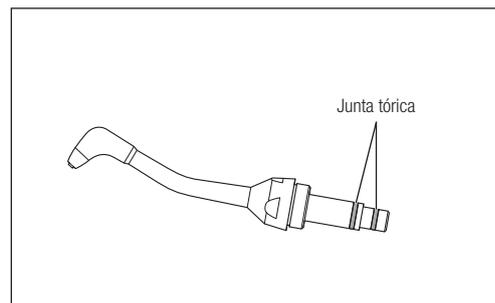

Fig. 46
- 2) Retire las juntas tóricas del extremo de la boquilla con una aguja, etc. (Fig. 46). Si hay polvo en las ranuras de las juntas tóricas limpie la ranura antes de insertar la nueva junta tórica.